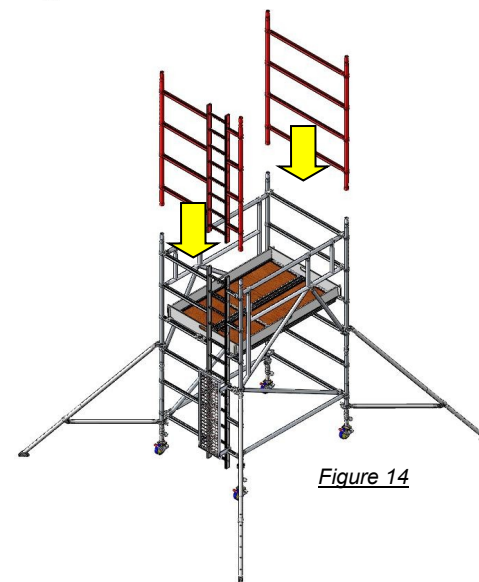

Figure 14
10. Une fois la première plate-forme sécurisée par les garde-corps et les plinthes, et la tour stabilisée par les stabilisateurs, placer un nouveau cadre (4 barreaux) de chaque côté sur les cadres précédents (cf. Figure 14). Une fois chaque cadre placé, mettre les goupilles en position verrouillage (voir étape 2-b).